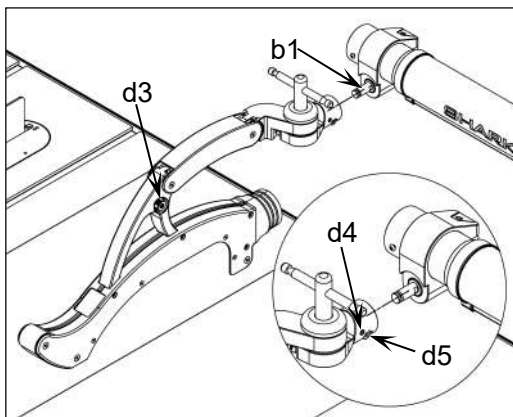

Abb. 12
1. Wie in **Abb. 12** dargestellt, montieren Sie die Schutzvorrichtung auf der Schwenkwelle (**b1**). Stellen Sie sicher, dass die Stirnfläche vollständig aufliegt, und ziehen Sie sie dann fest.
- Lösen Sie vor der Installation die Klemme (**d3**), die Kugelpkopfschraube M8 × 10 (**d4**) und die Innensechskantschraube M8 × 25 (**d5**) wie in **Abb. 12** dargestellt.